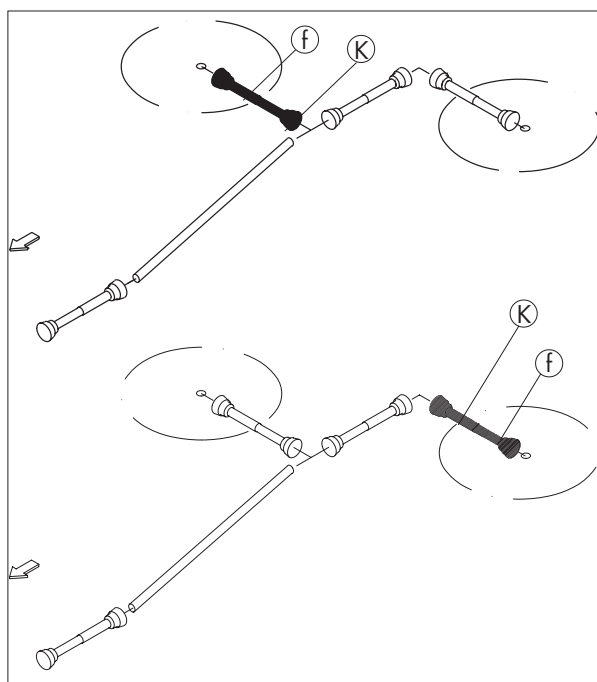

Bild 3-25
Die beiden kurzen Gelenkwellen (K), die zu den Kreiselmaschinen führen, müssen so montiert werden, daß die Sternratschenkupplung (f) am Kreiselgetriebe befestigt ist (Bild 3-25 und 3-26).